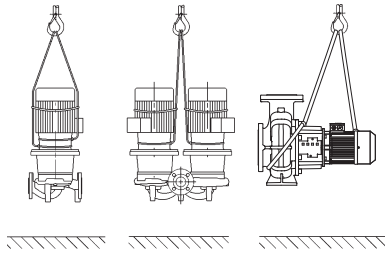

Fig. 6: Preprava čerpadla
- Prepravné oká na motore pritom slúžia len k vedeniu pri uchopení bremena (Fig. 6).